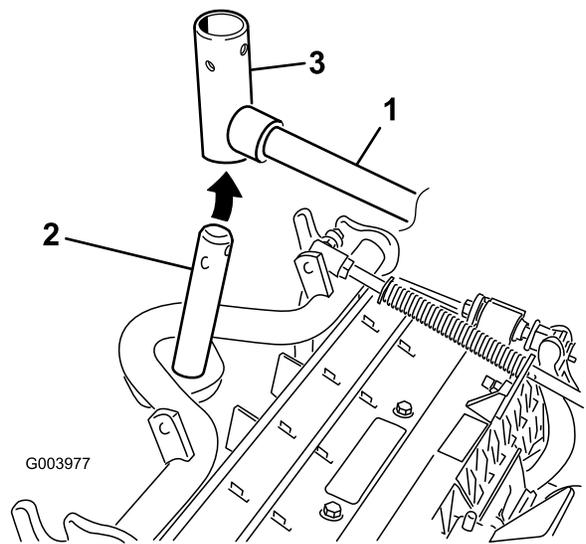

図 10
8. フロントに取り付けるカuttingユニットは、昇降アームの下に入れるときにキャリアフレームのシャフトを立てて昇降アームのピボットヨークに挿入する (図 10)。
- B. 昇降アームのヨークをキャリアフレームのシャフトに通す (図 10)。